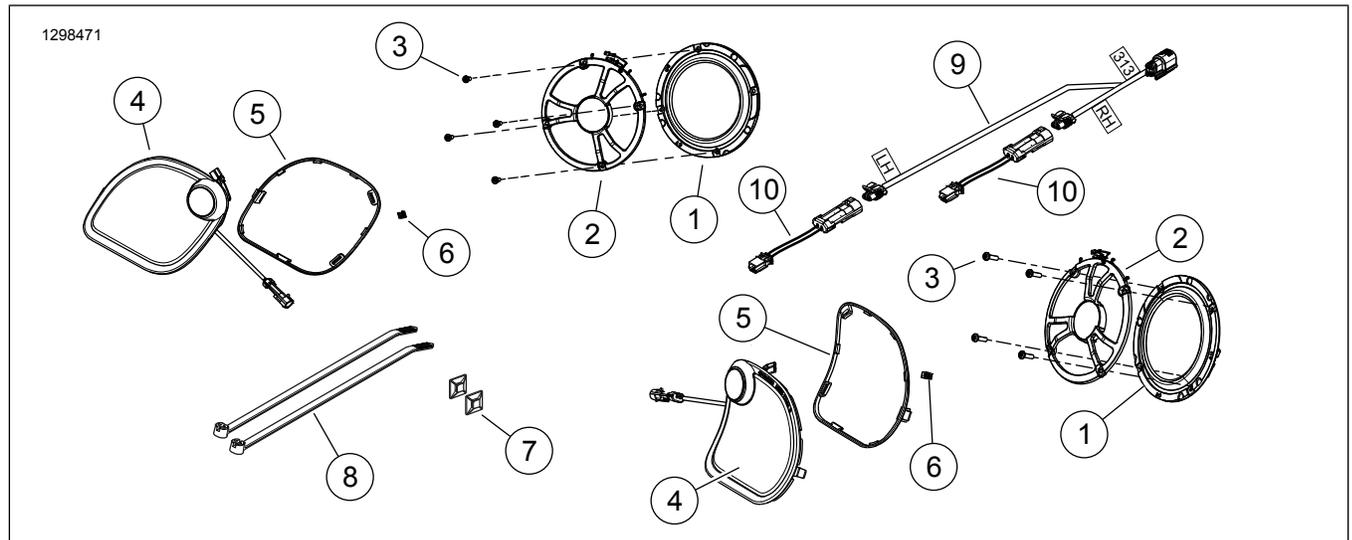

Figura 4. Piezas de servicio, kit de altavoces BOOM! Audio Stage II para fuselaje (FLTR)
Ver Figura 4 y Tabla 1.
*El arnés adaptador (9) Figura 2 o el arnés adaptador (10) Figura 4 es necesario para la generación de altavoces identificados en este kit, pero puede que no sea necesario en todos los modelos. Algunas combinaciones de altavoces y arneses pueden tener conexiones de arnés que difieren. Utiliza el adaptador (69200925) para solucionar la conexión.*
9. Ver Figura 4 . Añade el arnés del adaptador (10) del kit.